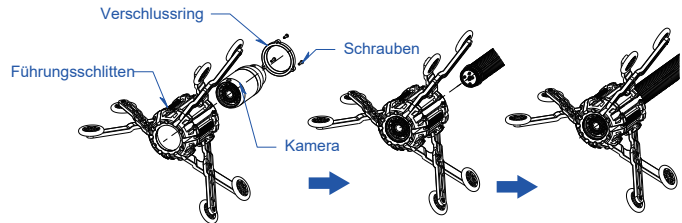

Abbildung 10. 120mm Führungsschlitten
2) Montage 120mm Führungskugel (Siehe Abb. 10)